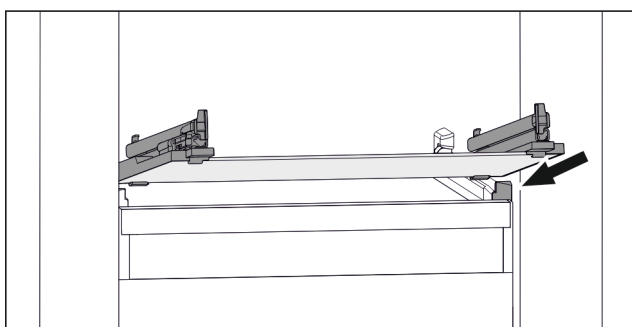

Fig. 113 Vejledende visning af glaspladen
- ▶ Sæt glaspladen skråt bag stoppene. (se Fig. 113)